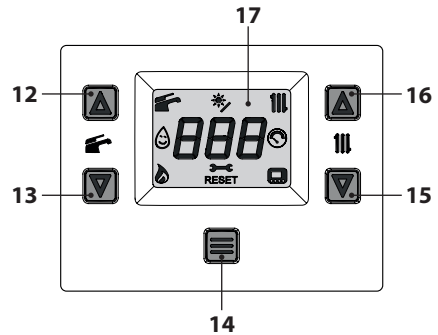
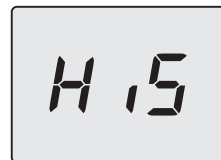

Figura 5.49
Figura 5.50
- Entrare in "modalità programmazione" premendo contemporaneamente per 5 secondi i tasti 13 e 15 (Figura 5.49) fino a far apparire sul display LCD le lettere **HiS** che indicano il menu "Storico delle caldaie" (Figura 5.50).
- Premere per 1 sec. il tasto 14 (Figura 5.49) per entrare nel parametro selezionato. Il display visualizzerà quanto segue (6=60 secondi) (Figura 5.53).
- Premendo il tasto 14 (Figura 5.49) si ottiene la conferma del valore inserito. Il display visualizzerà per 5 sec. quanto segue (Figura 5.54) poi, si porterà al livello superiore.
- tenere premuti contemporaneamente i tasti 13 e 15 per 5 sec. (Figura 5.49) (ritorno al livello precedente).